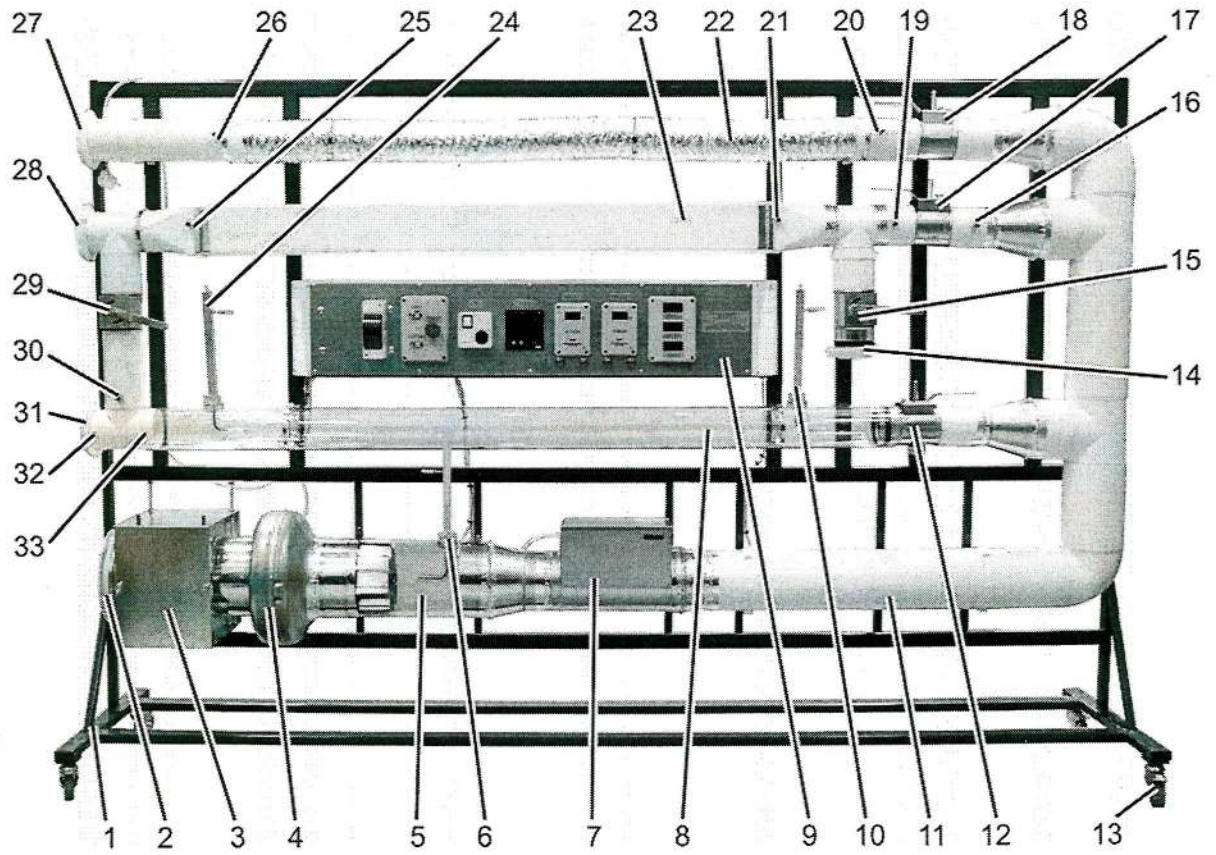

Рисунок 1. Стенд. Вид спереди
1.4.1 Конструкция стенда представлена на рис.1–5.